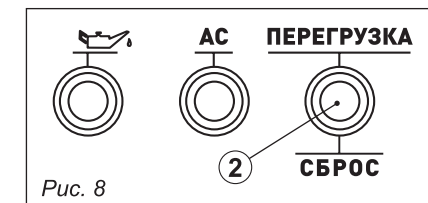

Рис. 8
Индикатор перегрузки ② загорается при обнаружении перегрузки подключенного электрического устройства, перегреве блока управления инвертора или повышении выходного напряжения переменного тока, рис. 8. При этом сработает защита, остановив выработку электроэнергии, чтобы защитить генератор и любые подключенные электрические устройства.